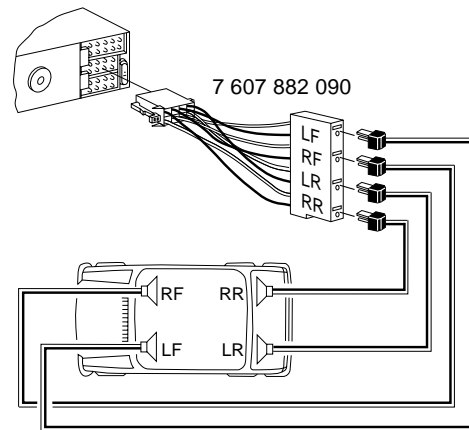

Fig. 7
- 4 Lautsprecher (4 Ω /10 W) Fig. 7
4 speakers (4 Ω/10 W) fig. 7
4 H-P (4 Ω/10 W) fig. 7